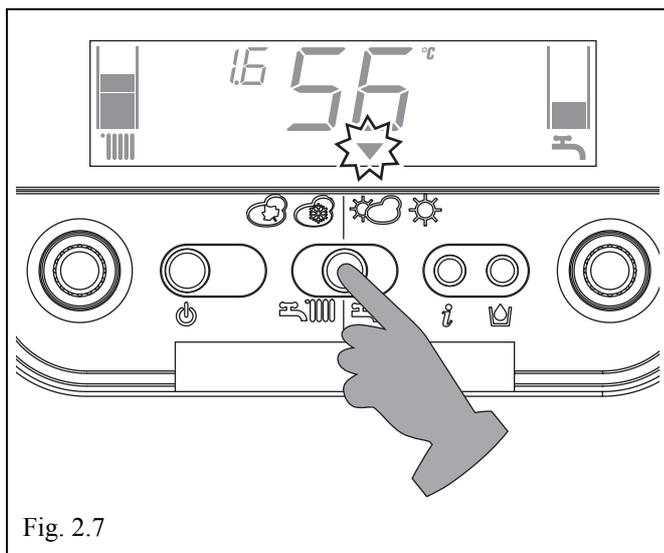

Fig. 2.7
- premere il tasto selezione funzioni fino a posizionare l'indicatore (▼) sulla funzione desiderata, secondo il tipo di funzionamento scelto (Fig. 2.7).